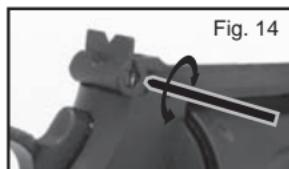

Fig. 14
L'adaptation latérale de la visée s'effectue en déplaçant la hausse. Tournez la vis (A) dans le sens des aiguilles d'une montre si le pistolet à air tire trop à gauche ou dans le sens contraire des aiguilles d'une montre s'il tire trop à droite (Fig. 14).